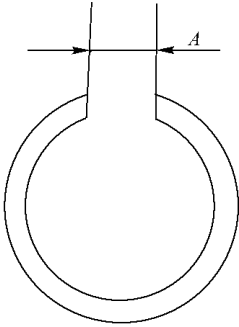

图 5-124 卡环端隙
10) 如图 5-124 所示，确认卡环端隙为 15mm 或以上。